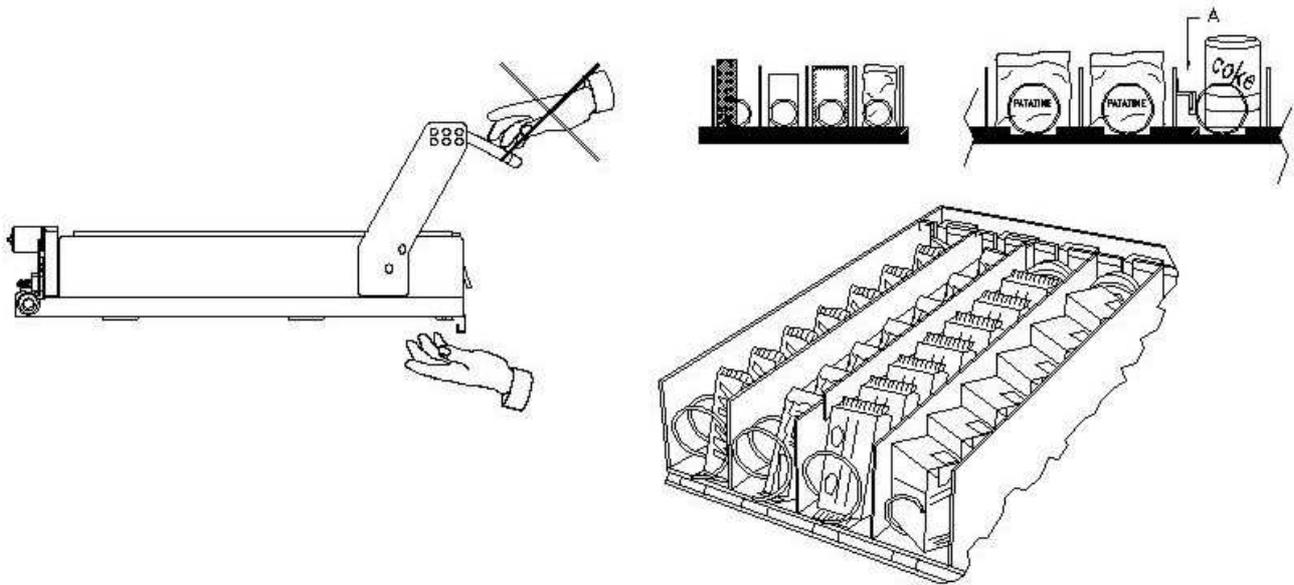

fig. 3
9.2 DISTANCIADORES DE PRODUCTOS EN CAJONES (fig.3)